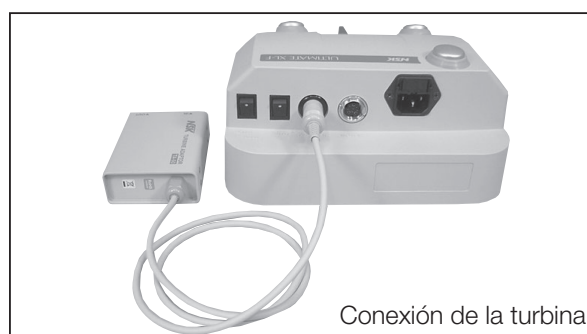

Fig. 3
(3) Montaje de la turbina neumática (Opcional)
Inserte la ficha del ⑬ Adaptador de Turbina en el ⑫ Conector que se encuentra en la parte posterior de la unidad. (Fig.3)